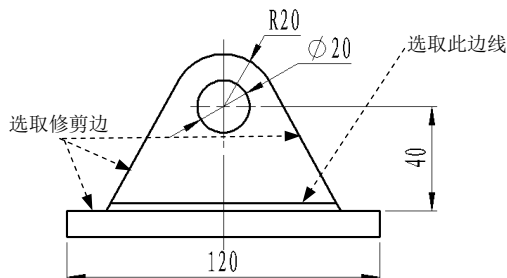

图 9.2.13 选取边线
(1) 选择命令。选择下拉菜单 **插入(I)** → **注解(A)** →  **毛虫(U)...** 命令 (或右击, 在系统弹出的快捷菜单中选择 **注解(A)** →  **毛虫... (U)** 命令), 系统弹出“毛虫”对话框。
(2) 选取要标注的焊缝边。在视图中选取图 9.2.13 所示的边线。
(3) 定义毛虫参数。在 **参数(P)** 区域的下拉列表选取 **全长** 选项, 在  文本框中输入焊缝宽度值为 5.0。定义 **毛虫形状(S):** 为“圆形特形” , 定义 **毛虫位置(P):** 位置为“中间位置” .
(4) 修剪毛虫。选取图 9.2.13 所示的边线为毛虫的剪裁边线。